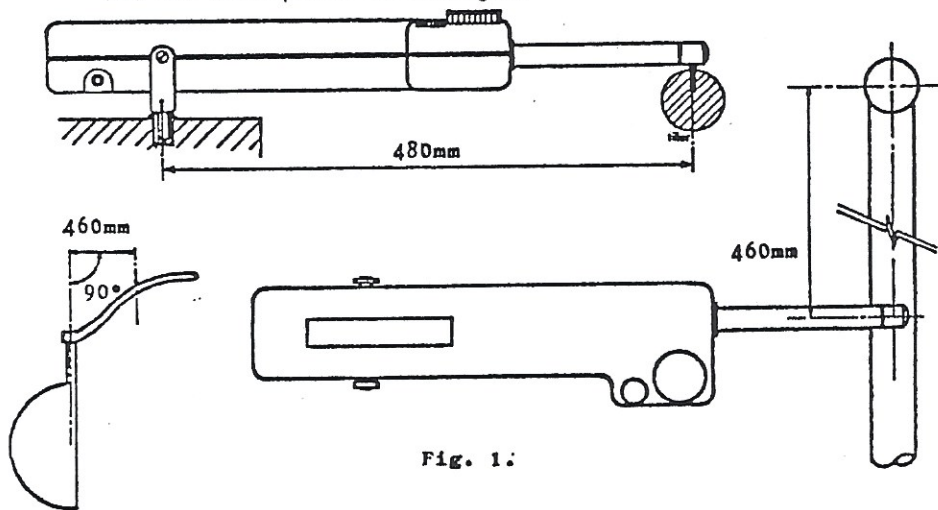

Fig. 1:
1. Messen Sie die genaue Position des Lagerblocks für den Piloten aus (Fig. 1)